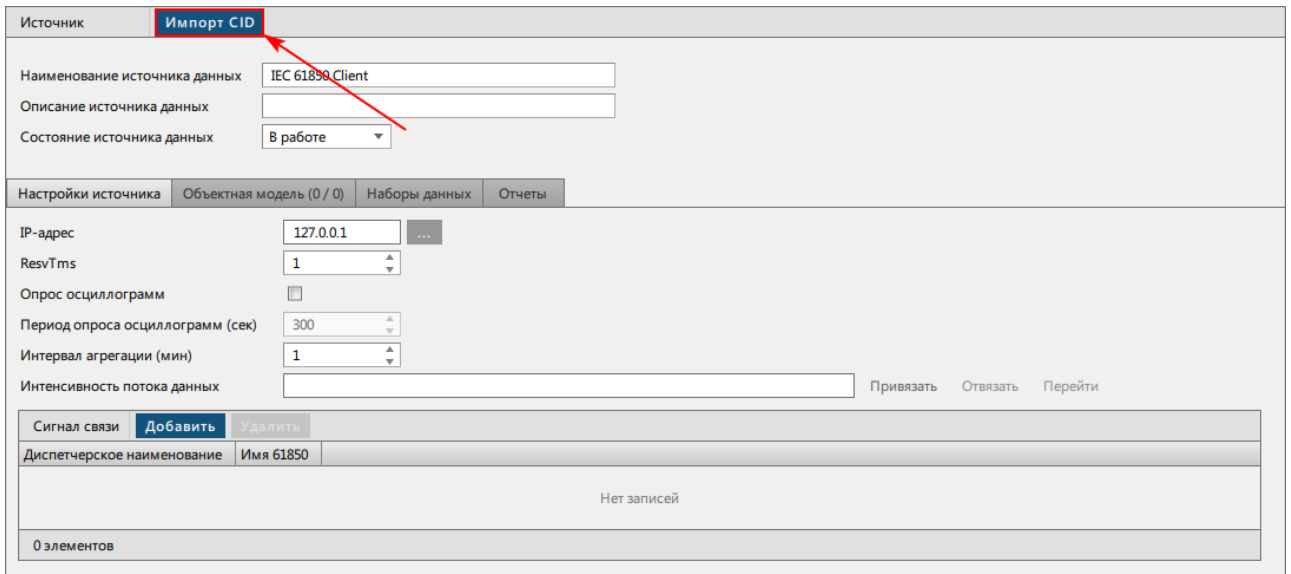

Рисунок 200 - Импорт CID-файла
4. Нажмите на **Импорт CID** и загрузите файл устройства (Рисунок 200).